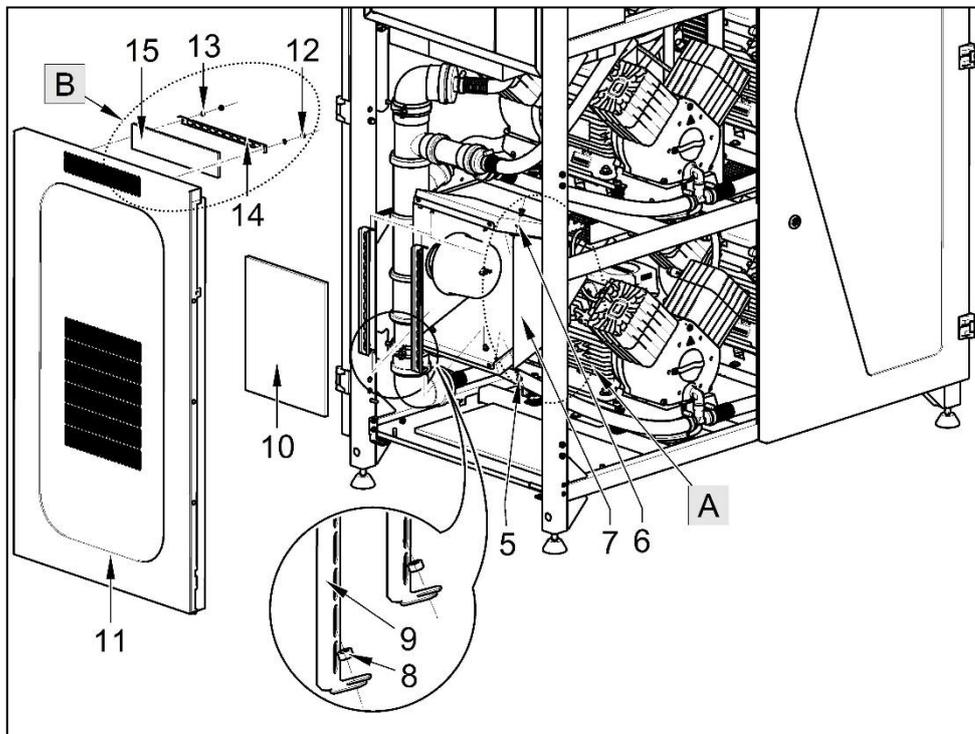

Рис. 21
- В точке А удалите пену, 4 винта (5), шайбы (6) и снимите крышку всасывающего фильтра (7) (Рис. 21).
- Удалите 2 гайки (8) на кронштейне (9) фильтра и снимите фильтр (10).
- В точке В (на боковых поверхностях (11)) удалите 2 гайки (12), шайбы (13), снимите кронштейн фильтра (14), а затем и сам фильтр (15).